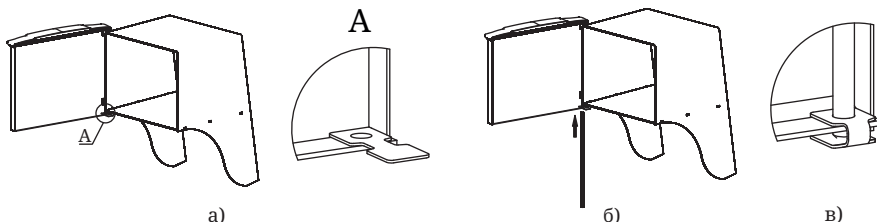

Рисунок 7. Установка дверцы при монтаже печи
2. Установите дверцу на втулки топливного канала, совместив отверстия (рисунок 7.а);
каркаса, при этом упор должен располагаться внутри каркаса (рисунок 7.а);
3. Вставьте ось через отверстия снизу вверх (рисунок 7.б),
4. Подогните упор, фиксируя конец оси между площадками упора (рисунок 7.в).